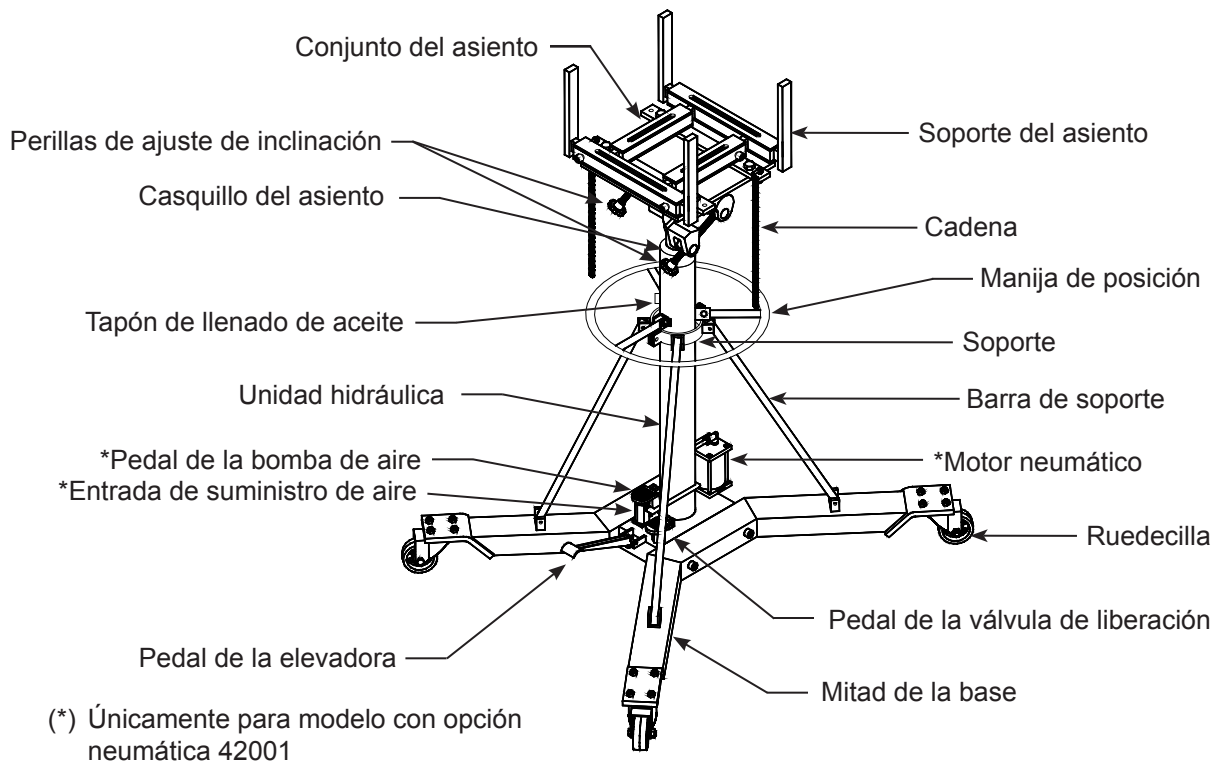

Figura 1: Componentes habituales de un gato de transmisión (se muestra 42001)
**Ensamblaje** (consulte la Figura 1)